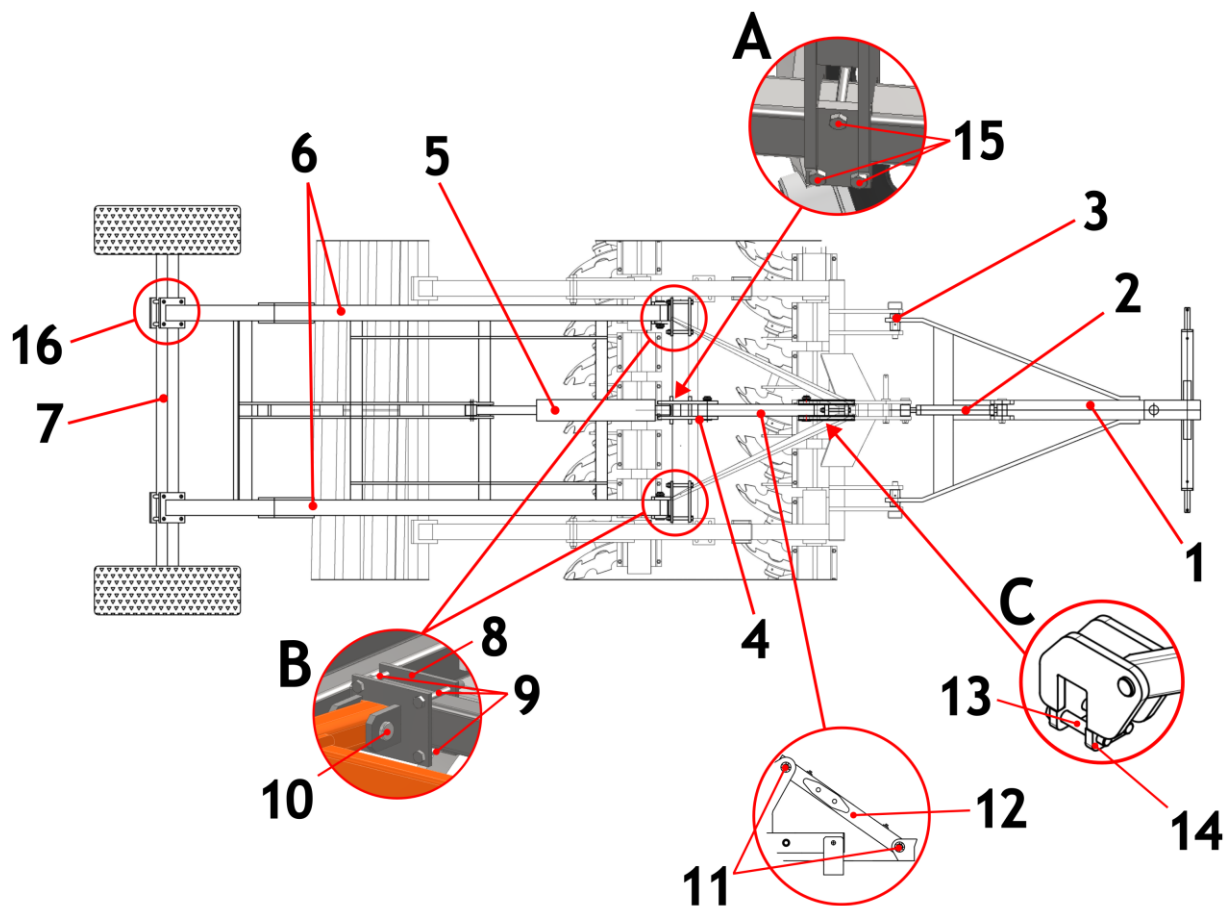

Figure 40 Présentation des points de montage et de la structure du chariot de transport sur le châssis du déchaumeur à disques.
- 1) Appliquer la tourelle du chariot avec les bras du chariot et le vérin contre la poutre arrière du châssis et la fixer à l'aide de la plaque et des vis (fig. 40, voir vue A). Dans le cas où ces éléments sont livrés séparément, fixer uniquement la tourelle sur la poutre arrière, puis monter les supports et les bras du chariot (fig. 40, voir vue B).
- 3) Fixer le support de la traverse (fig. 40, vue C) sur la poutre avant du châssis et le serrer à l'aide des plaques de montage et des vis.
- 4) Monter la traverse (fig. 40, pos. 12) sur le support et la tourelle en utilisant les boulons dédiés (fig. 40, pos. 11).
- 5) Installer le vérin avec son circuit hydraulique (fig. 40, pos. 5), s'il est livré séparément, à l'aide des boulons dédiés.
- 6) Insérer le timon d'attelage entre les plaques des bras inférieurs du relevage trois points (fig. 40, pos. 3), placer les goupilles et sécuriser avec la clavette à anneau.
- 7) Introduire le tendeur (fig. 40 pos. 2) ans l'orifice du trois point du relevage et dans celui du timon.
- 8) Positionner l'essieu du chariot sous les plaques de montage du châssis du chariot (fig. 40, pos. 6) et l'aligner au centre.
- 9) Enserrer l'essieu à l'aide des vis et fixer les plaques de maintien de l'essieu (fig. 40 pos. 16),